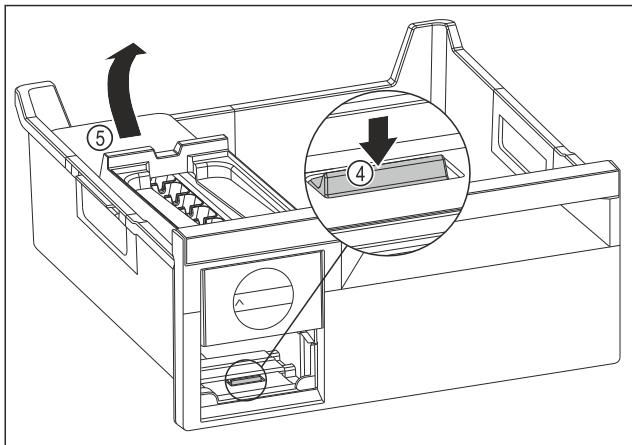

Fig. 141
- Вийняти корпус EasyTwist-Ice: натиснути накладку Fig. 141 (4) пальцем вниз і одночасно підняти корпус EasyTwist-Ice Fig. 141 (5) ззаду іншою рукою.